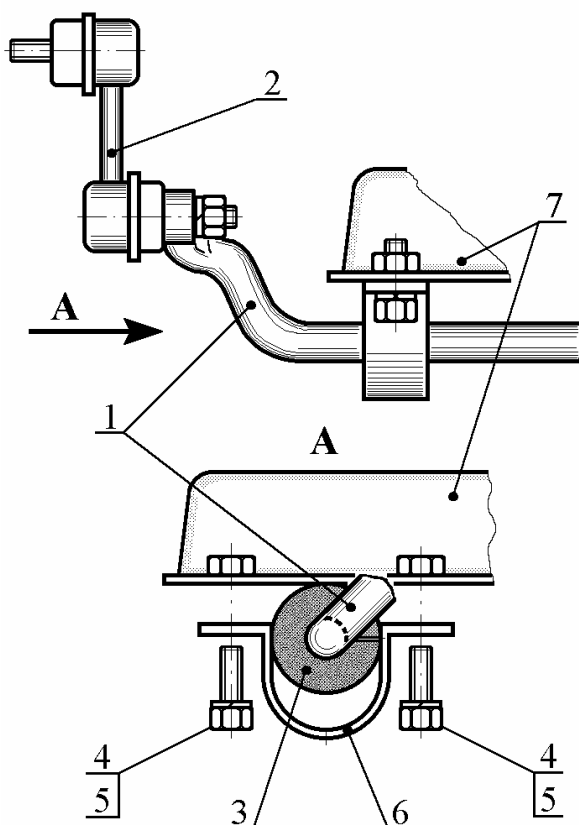

Рис. 7. Снятие штанги стабилизатора поперечной устойчивости со стойками и подушками в сборе:
4.13. Снять штангу 1 (рис. 7) стабилизатора поперечной устойчивости со стойками 2 и подушками 3 в сборе, вывинтив и сняв по два болта 4 с шайбами 5, сняв по одной скобе 6 с каждой стороны крепления штанги 1 к подрамнику 7 (ключ 14 типа ГОСТ 2839-86).